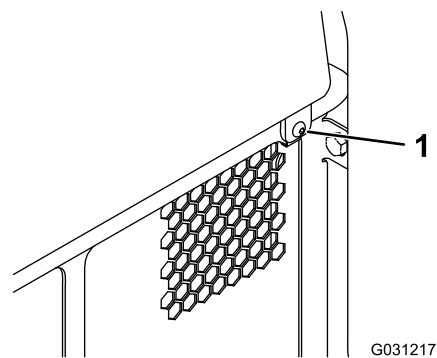

Figure 38
2. Soulevez le couvercle d'accès arrière pour accéder aux composants internes (Figure 38).
1. Retirez la fixation (Figure 38).